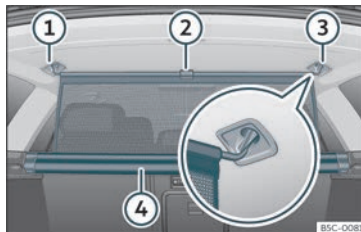

Fig. 131 No maleteiro:engancha a rede de separación.
- Tire cara arriba da lingüeta»» fig. 131 ② para sacar a rede da carcasa ④ .
- Enganche a rede de separación no lado dereito ou esquerdo ③ (imaxe ampliada).
- Enganche a rede de separación no aloxamento do outro lado ① estirando a barra.